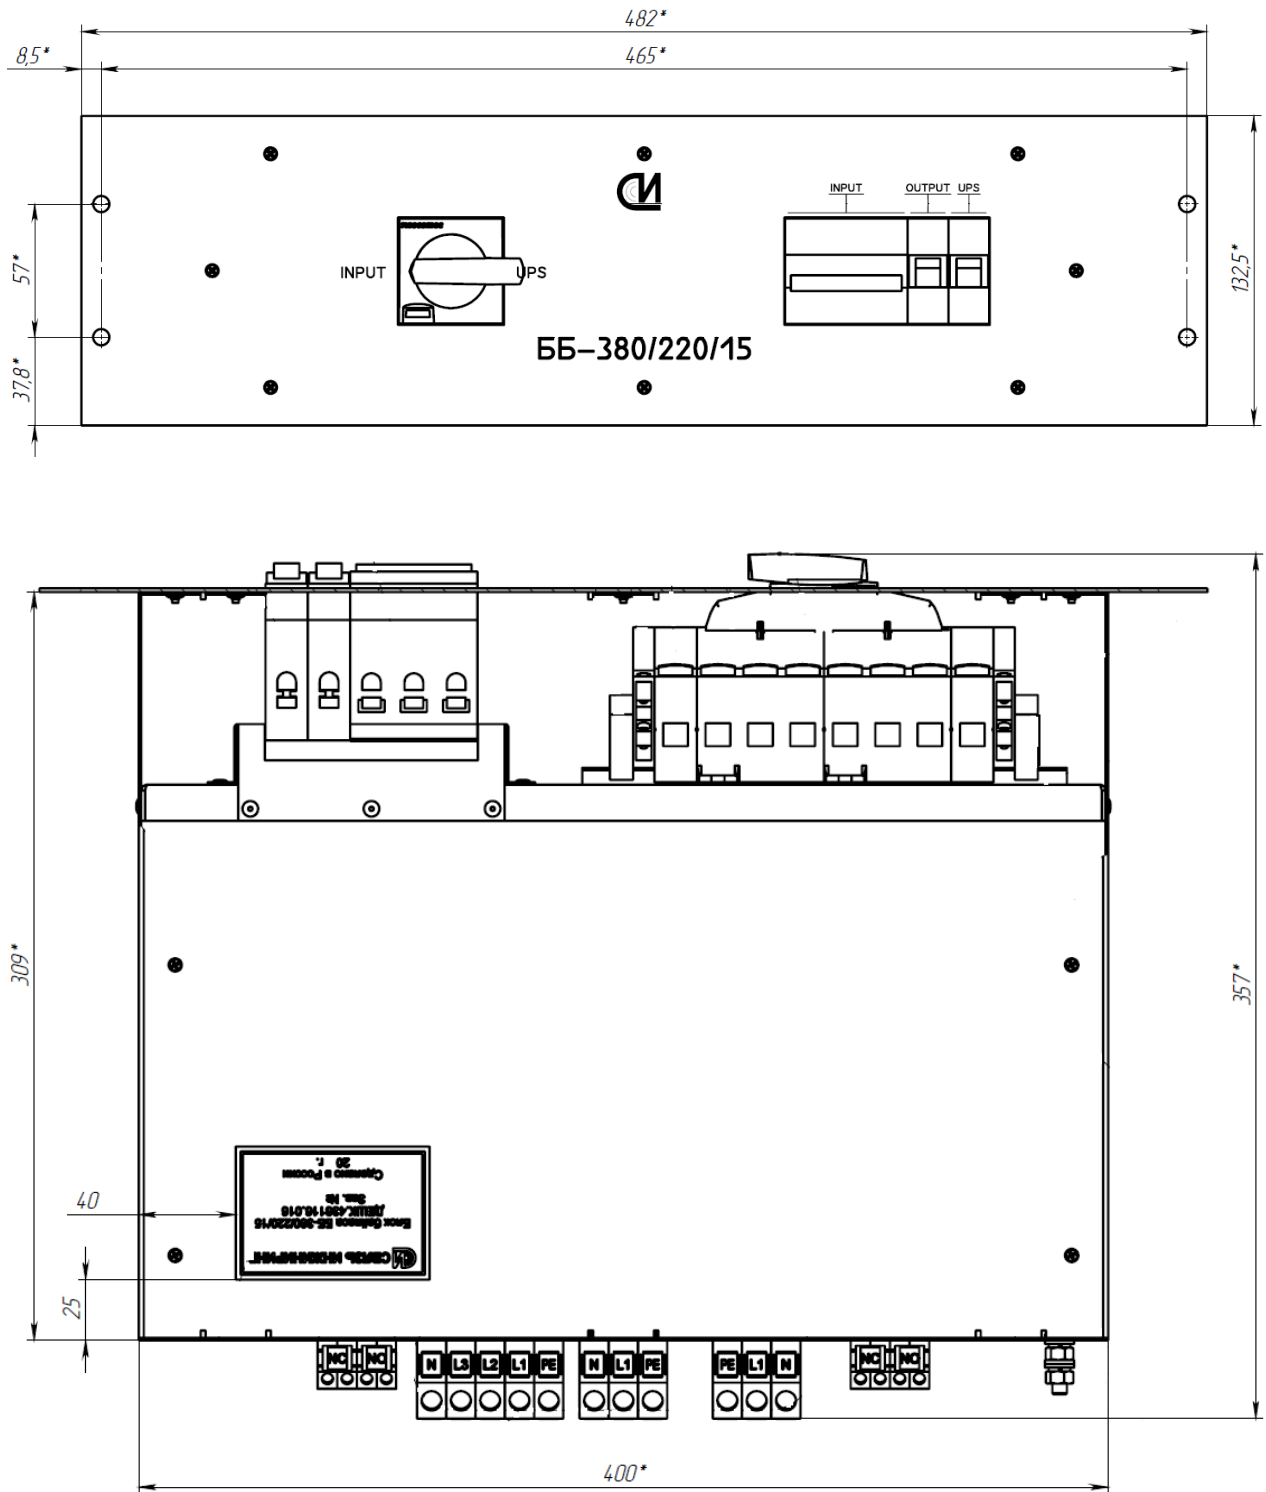

Рис. 1.
2.6 Общий вид и габаритные размеры блока байпаса ББ-380/220/15 приведен на рис.1.
5.1 Конструктивно блок байпаса ББ-380/220/15 выполнен в виде съемного блока (крейта) прямоугольной формы с присоединительными и установочными размерами, соответствующими ГОСТ 28601-90. Общий вид и габариты блока байпаса ББ-380/220/15 приведены на рис.1.